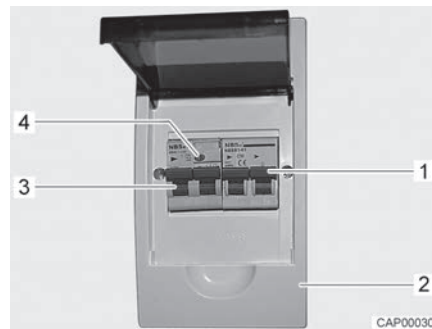

Bild 106 230-V-Sicherungskasten mit Leitungsschutzschalter und RCD (Hauptschalter)
- Den RCD (Hauptschalter, Bild 106,3) im Sicherungskasten (Bild 106,2) ausschalten.
- Den RCD (Hauptschalter, Bild 106,3) im Sicherungskasten einschalten.
- Wenn das Fahrzeug an die 230-V-Versorgung angeschlossen ist, die Prüftaste (Bild 106,4) des RCD (Bild 106,3) im Sicherungskasten (Bild 106,2) drücken. Der RCD muss auslösen.
- Den RCD (Bild 106,3) wieder einschalten.